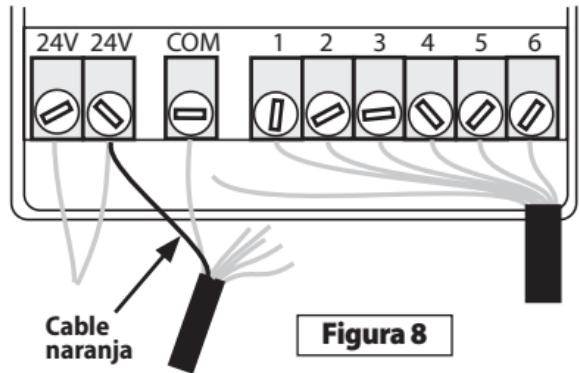

Figura 8
Conecte el cable negro del SMRT-Y al terminal común. Desconecte el cable de zona marcado de su terminal y conéctelo al cable rojo del SMRT-Y. Conecte el cable verde del SMRT-Y al terminal del que retiró el cable de zona. Conecte el cable naranja del SMRT-Y a la toma de CA de 24 voltios o al terminal del transformador (consulte la figura 8).
2. Conecte el cable naranja del SMRT-Y a uno de los terminales de 24 VCA del programador. Para saber a qué terminal de 24 V debe conectar el cable naranja, toque con éste cada uno de los terminales mientras el programador está encendido (con el adaptador de CA enchufado). Utilice el terminal que active la pantalla del SMRT-Y (consulte la figura 8).